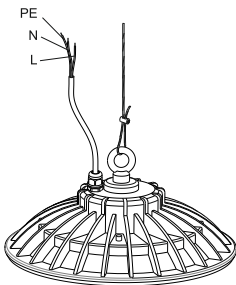

Рисунок 5
5.5 Подключение светильников к сети производить сетевым кабелем, выведенным из корпуса светильника (рисунок 5), согласно цветовой маркировке:
- к фазному проводнику сети – коричневый проводник (L) светильника;
- к нейтральному проводнику сети – синий проводник (N) светильника;
- к защитному проводнику сети – жёлто-зелёный проводник (PE) светильника.